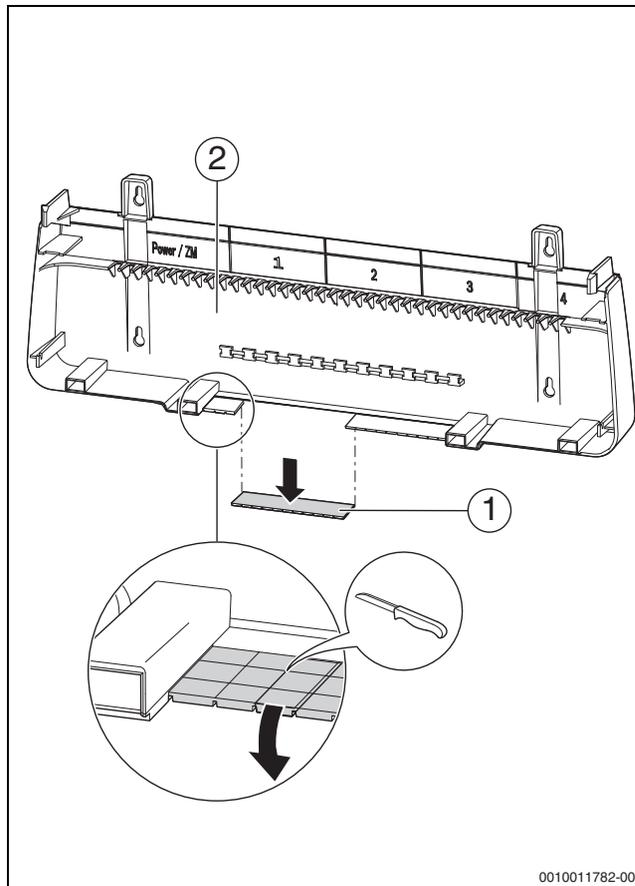

Bild 36 Kabeldurchgang vorbereiten
- ▶ Ausbrechteile (→ Bild 36, [1], Seite 34) in der Rückwand des Kabeldurchgangs herausbrechen.